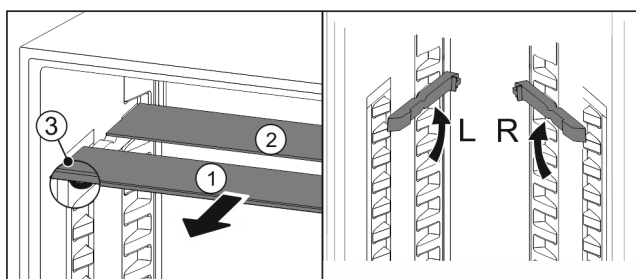

Fig. 26
- ▶ Wyciągnąć Fig. 26 (1) pojedynczo półki szklane do przodu.
- ▷ Płyta szklana Fig. 26 (1) z listwą ozdobną znajduje się z przodu.
- ▷ Stopery Fig. 26 (3) wskazują w dół.